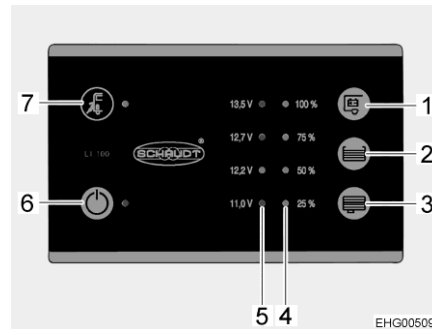

Fig. 115 Panel (LT 100)
El LED amarillo en el símbolo de conexión a la red "⚡" (Fig. 115,7) estará iluminado mientras que el vehículo esté conectado a una alimentación de red externa. Entonces, el LED también estará iluminado al estar el panel desconectado.
- ▷ Por motivos de seguridad, no dejar encendido el interruptor principal de 12 V (Fig. 115,6) con el motor del vehículo en marcha. De este modo, no podrá utilizarse el panel durante la conducción.
El interruptor principal de 12 V (Fig. 115,6) conecta y desconecta el panel y la alimentación de 12 V del habitáculo.
- Pulsar el interruptor "⏻" (Fig. 115,6): La alimentación de 12 V del habitáculo está conectada. El LED está iluminado de color verde.
- Volver a pulsar el interruptor "⏻" (Fig. 115,6): La alimentación de 12 V del habitáculo está desconectada. El LED se apaga.
La serie de LED (Fig. 115,5) indicará la tensión de batería de la batería del habitáculo del modo siguiente:
- Pulsar la tecla "☰" (Fig. 115,1): Indica la tensión de la batería del habitáculo.
La serie de LED (Fig. 115,4) indicará el nivel de llenado del depósito de agua potable o del depósito de aguas residuales.
Pulsar la tecla "☰" (Fig. 115,2): Los LED iluminados indicarán el nivel de llenado del depósito de agua potable.
Pulsar la tecla "☷" (Fig. 115,3): Los LED iluminados indicarán el nivel de llenado del depósito de aguas residuales.